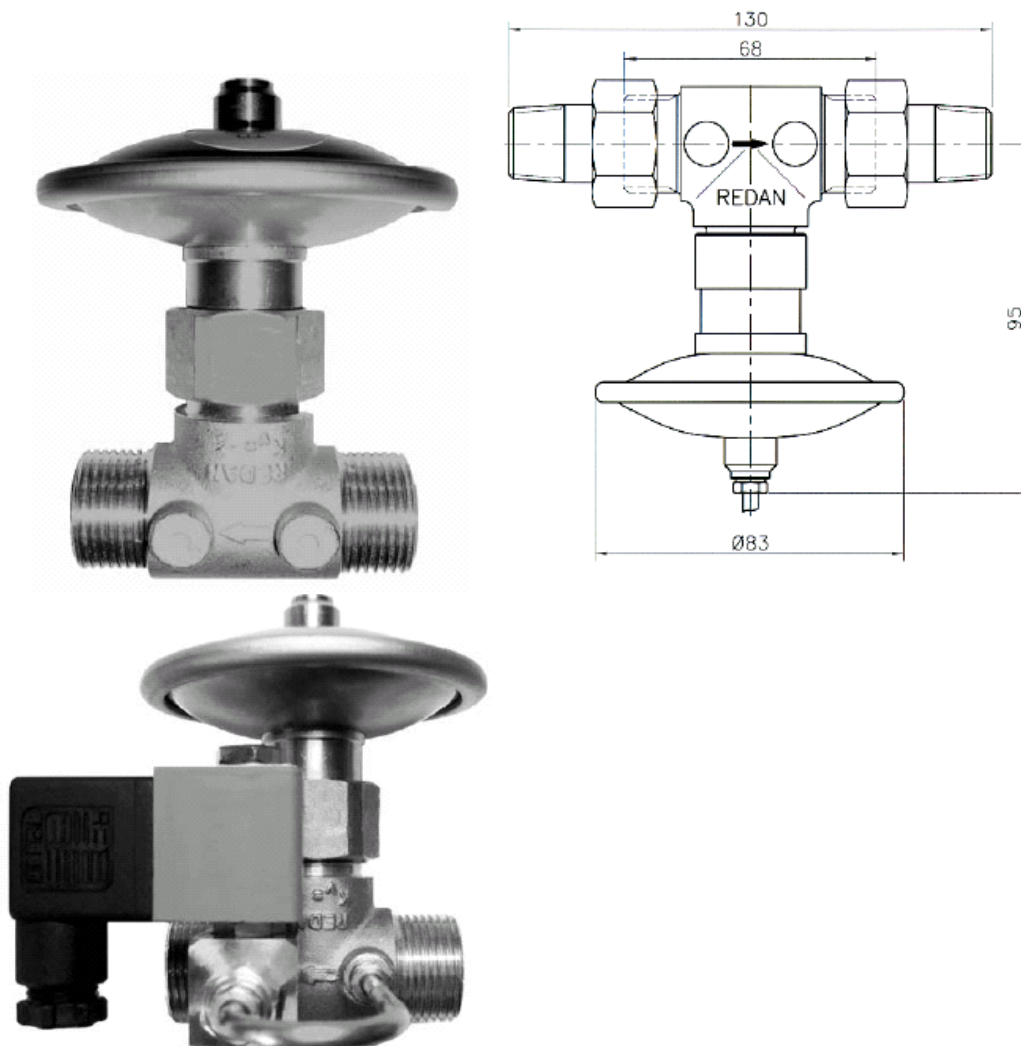

Рис.7. Регулятор перепада давления Force TD 200.
Для более устойчивой работы теплового пункта, а также более стабильного регулирования на греющей стороне теплового пункта установлен регулятор перепада давления Force TD 200 (рис.7).
- Варианты: с соленоидным клапаном для работы по таймеру и без него (рис.7)